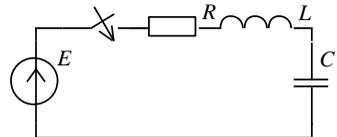

Рис. 4.3
2.3. Для последовательной RLC схемы (рис. 4.3) записать выражения и начертить качественно графики изменения напряжения на элементах R и C для случаев апериодического и колебательного процессов. Выразить через параметры схемы частоту собственных колебаний контура и коэффициент затухания  $\alpha$ .